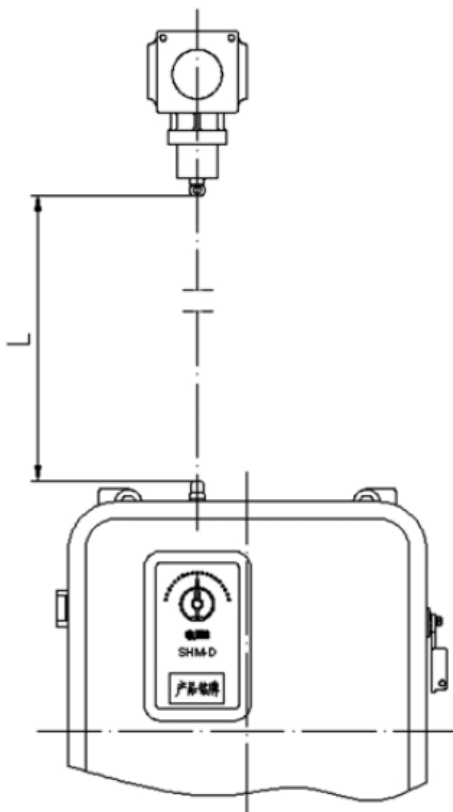

Figura 2
- 6.2.2 Com o comutador, o máximo comprimento do eixo de transmissão fornecido é de 2m, o usuário precisa de medir realmente o comprimento da parte superior do eixo de transmissão do mecanismo até à extremidade do eixo da caixa de engrenagens intermediária, como se mostra na Figura 2, o comprimento do eixo de accionamento necessário é de $L-5\text{mm}$, pedir ao usuário para alterar propriamente o comprimento para ser mais curto.